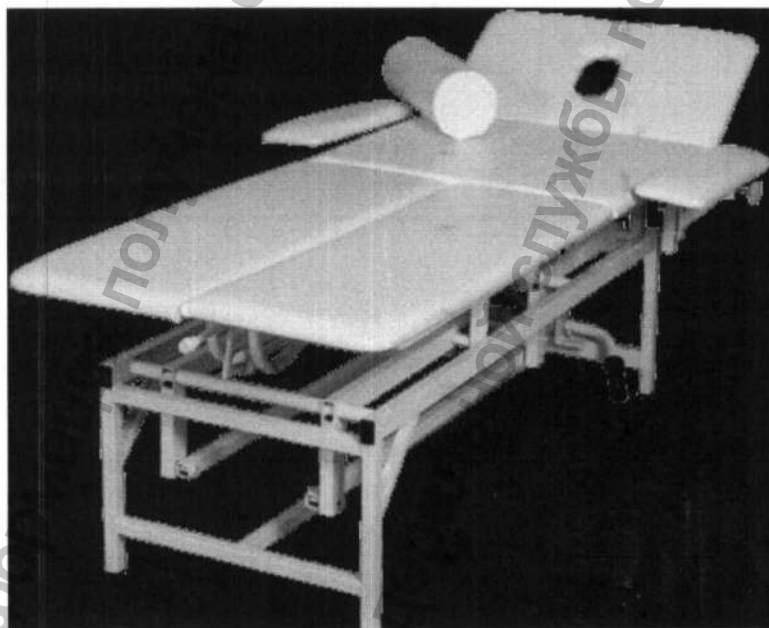

Рис.1
- 2.1 В комплект массажный МК-6 (Рис.1) входят массажная кушетка, цилиндрический валик и два подлокотника. Кушетка массажная снабжена поворотными механизмами, позволяющими менять ее конфигурацию путем наклона плоских частей отдела подголовника, отдела лежака и отдела подножника.